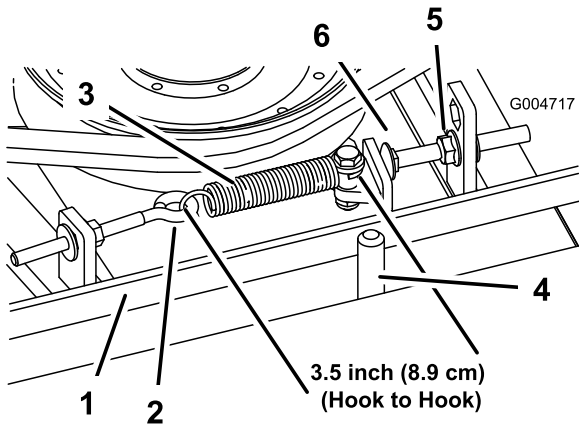

図 69
エクステンションスプリングの長さフックからフックまでが 8.3mm ± 9.5mm であれば、張りは適切です。スプリングの張りを正しく調整できたら、その下のストップボルト キャリッジボルトの頭部とアイドラアームとの間の隙間を 2mm 5mm に調整します 図 69。
注 ベルトが、ベルトガイドのスプリング側に取り付けられていることを確認してください 図 69。
2. エクステンション・スプリングを外せるように、アイボルトを外す 図 69。
3. ストップボルトを取り付けタブに固定しているフランジナットをゆるめ、プーリを押ししてベルトの張りをなくす 図 69。
9. エクステンションスプリング 図 69 をアイボルトに以下のように取り付ける